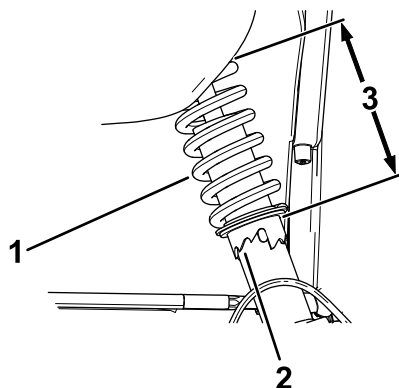

Figure 51
2. Si le carrossage des roues n'est pas correct, utilisez la clé à ergots pour tourner le collet sur l'amortisseur et orienter la roue correctement (Figure 51).